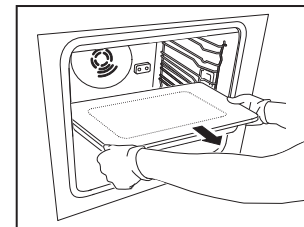

Fig. 4
2. A l'aide de vos deux mains, retirez la plaque à induction et stockez-la, en évitant soigneusement tout impact qui pourraient endommager le verre ou la prise électrique (Fig. 4).